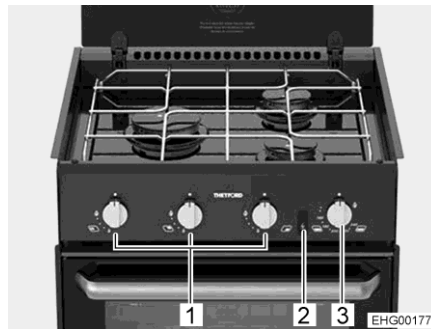
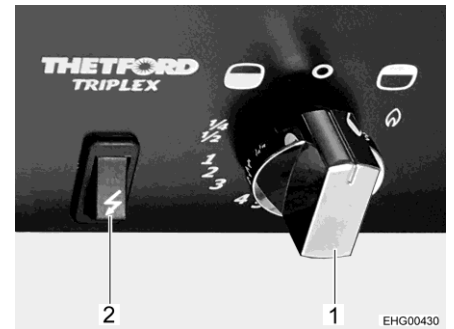

Fig. 256 Fornello con piastre di cottura a gas
Fig. 257 Elementi di comando (forno a gas con grill)
- Premere il pomello girevole (Fig. 256,1) dell'impianto a fiamma libera desiderato, ruotarlo sulla posizione di accensione (fiamma alta) e tenerlo premuto finché la fiamma brucia (al massimo per 15 secondi).
- Premere il pomello girevole (Fig. 256,3 e Fig. 257,1) e ruotarlo in senso antiorario fino a raggiungere la posizione massima consentita (in direzione del simbolo del forno "🔥").
- Premere il pomello girevole (Fig. 256,3 e Fig. 257,1) e tenerlo premuto per 5-10 secondi. Il gas fluisce verso il bruciatore.
- Premere l'interruttore di accensione (Fig. 256,2 e Fig. 257,2) finché la fiamma brucia.
- Premere il pomello girevole (Fig. 256,3 e Fig. 257,1) e ruotarlo in senso orario (in direzione del simbolo del grill "🔥" e posizionarlo sul simbolo della fiamma).
- Ruotare il pomello girevole (Fig. 257,1) su "O". La fiamma si spegne.